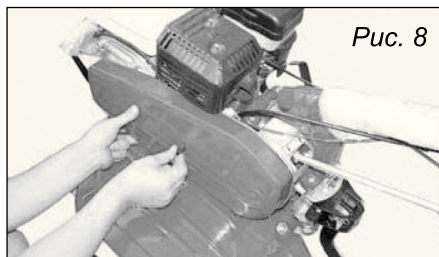

Рис. 8
9. Проверьте натяжение ремней, затем установите защитный кожух (рис. 8).